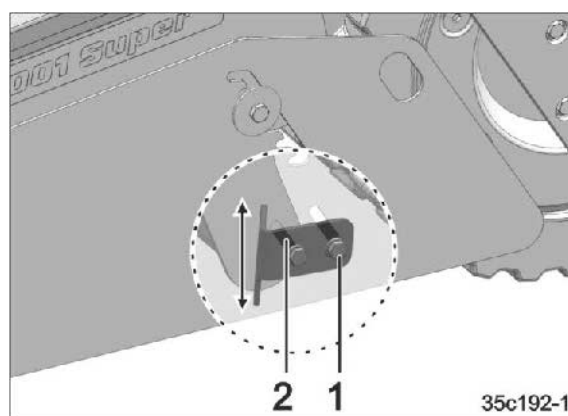

Fig. 112
1. Desserrez les vis (Fig. 112/1).
2. Mettre la cornière de guidage de la terre (Fig. 112/2) dans la position souhaitée.